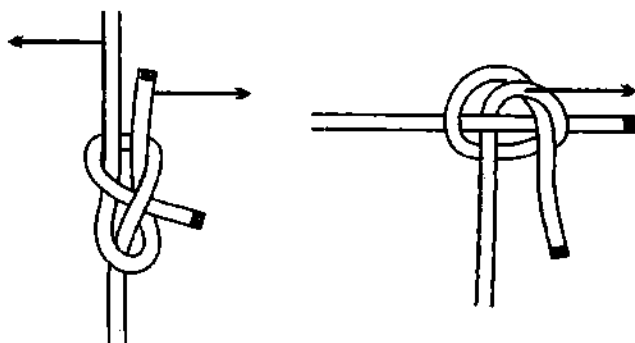

Рис. 872. *Шкотовый узел* легче развязывается, если дёрнуть в разные стороны коренной и ходовой концы открытой петли.
**Шкотовый узел** может быть вывернут и развязаться также как и **прямой узел**, если дёрнуть ходовой конец открытой петли в одну сторону, а коренной в другую (рис. 872). Узел становится не устойчивым и деформируется. Эта нестабильность узла может быть полезной лишь в том случае, если пользоваться ею, чтобы быстро развязывать **шкотовый узел**. После выворачивания **шкотовый узел** превращается в **простой узел**, который легко снимается с конца верёвки. Такое выворачивание **шкотового узла** может произойти при прохождении узла через карабин, а также при протягивании верёвки по неровному рельефу местности. Если вдруг случится зацепить ходовой конец, на котором не завязан контрольный узел, например, за корягу, то узел не в состоянии будет сопротивляться деформации. К счастью у **шкотового узла** степень нестабильности намного ниже, чем у **прямого узла**. Когда узел хорошо затянут и находится под нагрузкой, требуется немало усилия, чтобы узел развязать подобным образом. Однако вероятность случайного выворачивания узла существует и поэтому, чтобы устранить этот недостаток **шкотового узла** и повысить его устойчивость и безопасность, ходовой конец привязывается к коренному контрольным узлом или при-